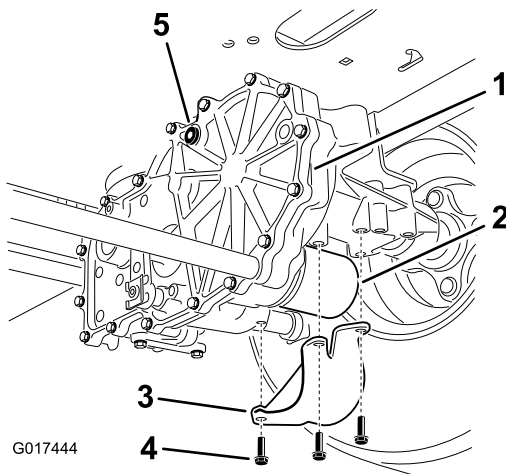

Figura 71
2. Individuate il filtro e le protezioni su ogni sistema di trasmissione (Figura 71). Rimuovete le tre viti con cui è fissata la protezione del filtro.